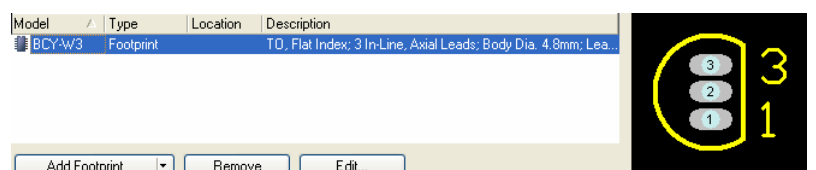

図 16 フットプリント・モデルがコンポーネントに追加されます。
2. *PCB Model* ダイアログが表示されます(図 16)。